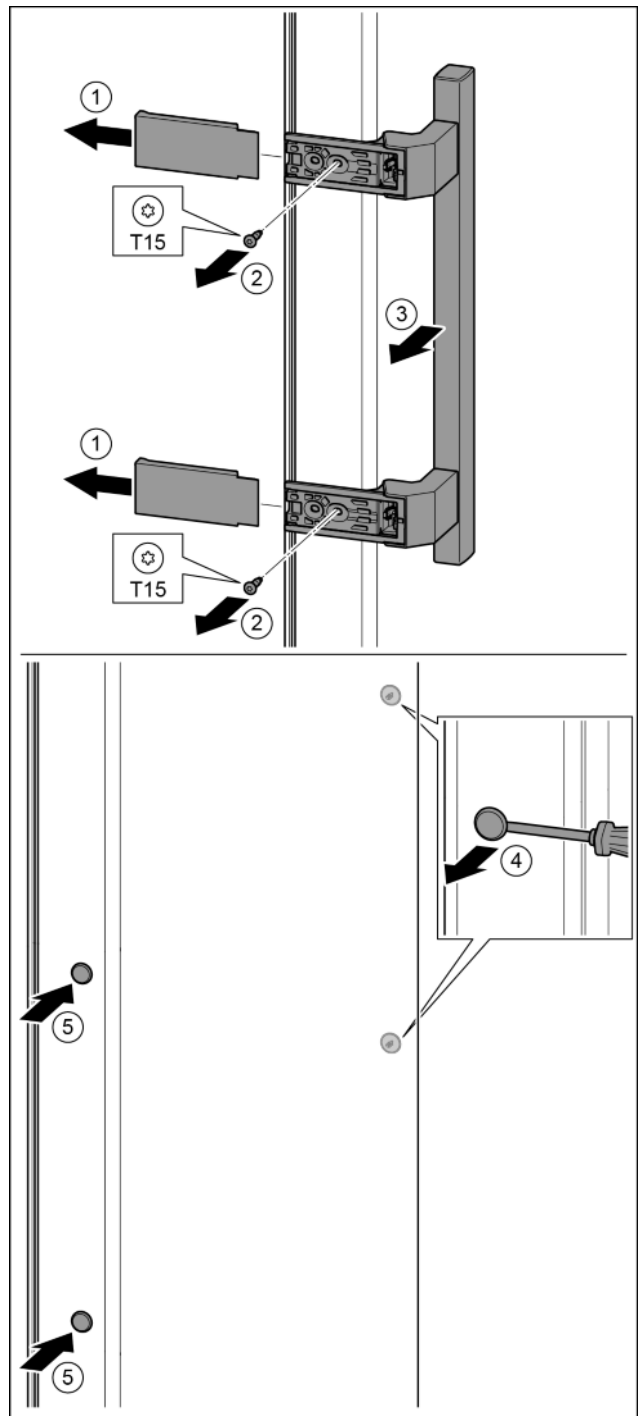

Fig. 20
- ▶ Свалете капака. Fig. 20 (1)
- ▶ С отвертка T15 отвийте винтовете. Fig. 20 (2)
- ▶ Свалете дръжката. Fig. 20 (3)
- ▶ С плоска отвертка внимателно повдигнете страничната тапа и я извадете. Fig. 20 (4)
- ▶ Отново поставете тапата от другата страна. Fig. 20 (5)